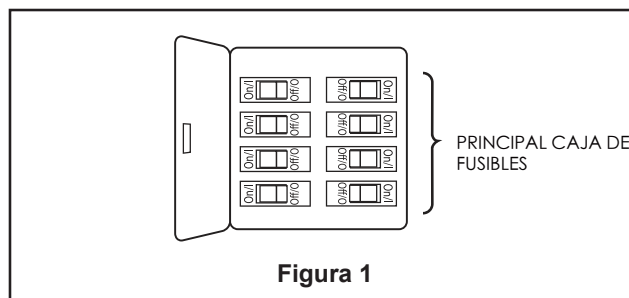

Figura 1
- ☐ 1. Restaure la fuente de alimentación de la toma de corriente enciendi la electricidad del fusible principal. (Figura 1)